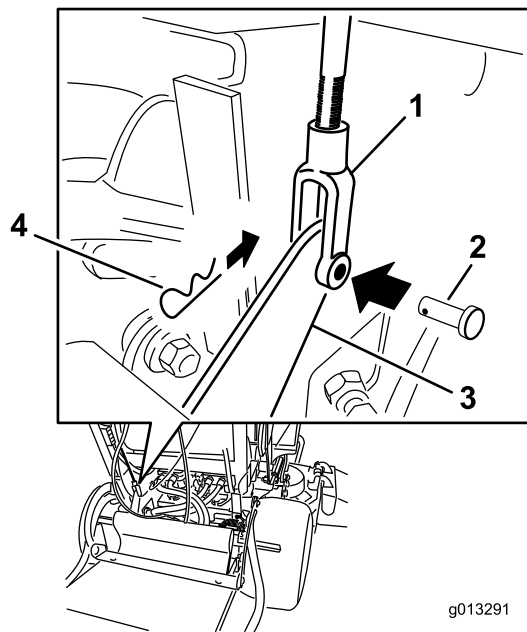

Bild 64
4. Entfernen Sie zum Einstellen der Bremse den Splint und den Lastösenbolzen vom unteren Bremshebel und dem Joch (Bild 64).
7. Befestigen Sie das Joch mit dem Splint und dem Lastösenbolzen am unteren Bremshebel (Bild 64).